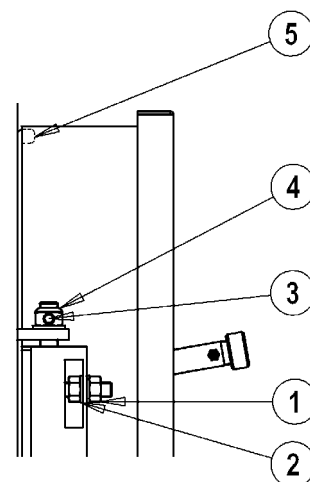

fig. 9
5.6.1 Pour les modèles MEGAPREX 92N+600N (Fig. 9)